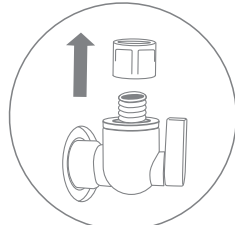
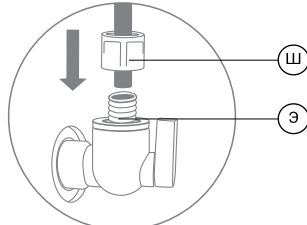

Рис. 17
Рис. 18
- вентиль II (резьбовое подключение) - открутите накидную гайку (Ш) (рис. 17), проденьте пластиковую трубку в отверстие накидной гайки, чтобы трубка вышла на 10-20 мм с другой стороны, установите трубку в резьбовой разъем (Э) вентиля, плотно закрутите накидную гайку (Ш) по резьбе (рис. 18).